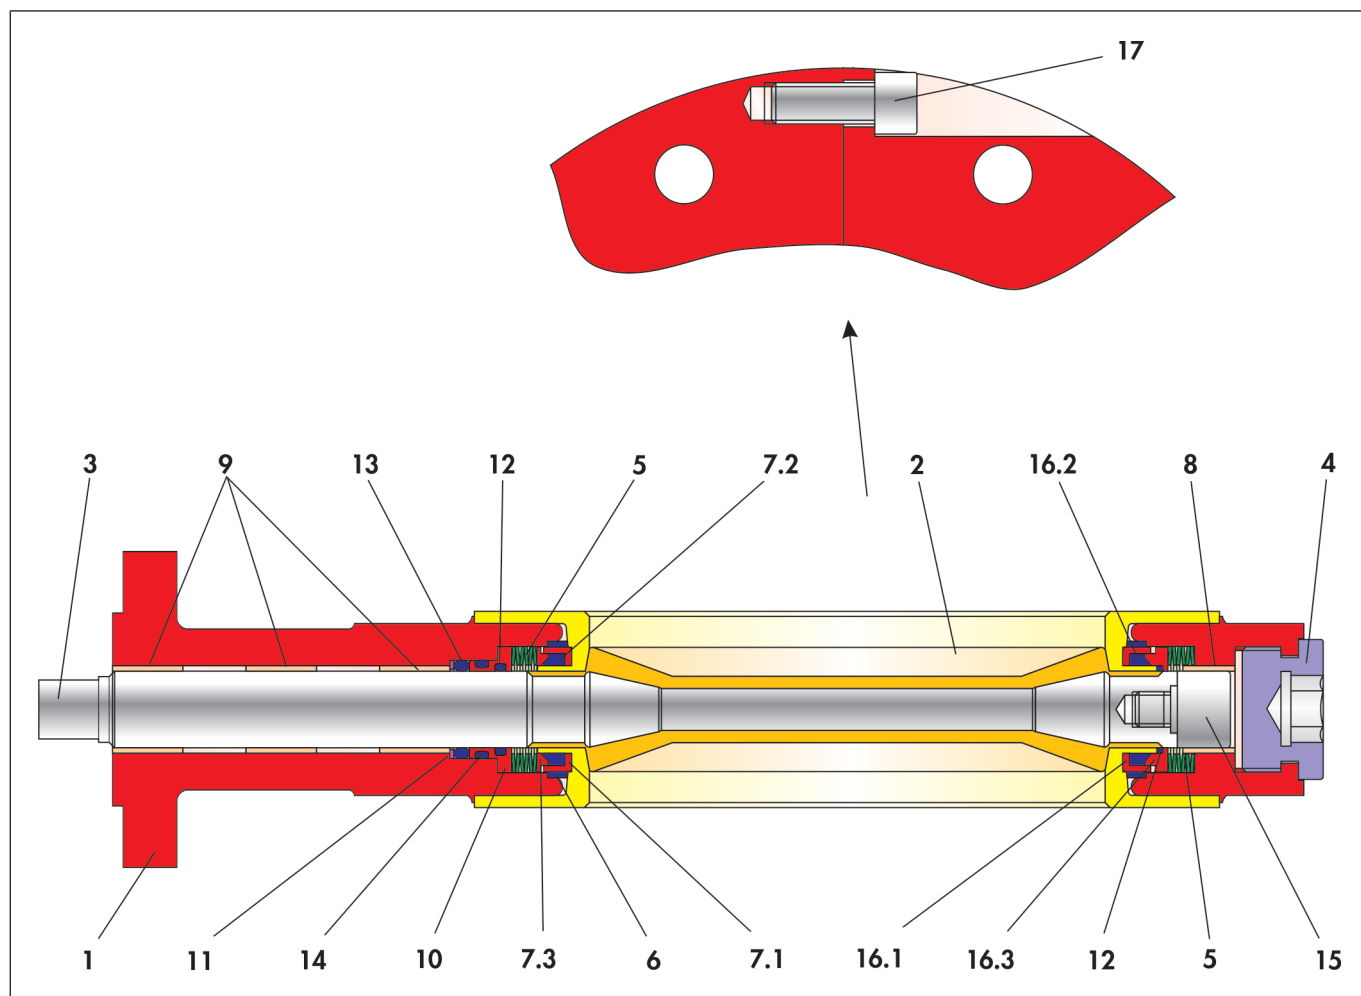

Figura 3-2: Desenho em corte da válvula borboleta BR 10e
- ⇒ Colocar o disco (16.1) sobre a parte inferior do veio da válvula borboleta (3) e sobre o colar do mancal do revestimento (2).
- ⇒ Colocar o O-ring (12) sobre o colar do mancal do revestimento.
- ⇒ Colocar o inserto (6) à volta do revestimento (2), encaixando os orifícios do inserto à volta do colar do mancal.
- ⇒ Aparafusar o parafuso do mancal (15) no pino do mancal do disco da válvula borboleta (3).
- ⇒ Introduzir o casquilho (8) no furo do veio da metade inferior do corpo (1b).
- ⇒ Inserir o jogo de anilhas de mola (5), composto por 6 anilhas de mola, na respetiva posição da metade do corpo (1b). Consultar a disposição da anilhas de mola na figura 3-2.
- ⇒ Introduzir os casquilhos (9) no furo do veio da metade superior do corpo (1a).
- ⇒ Introduzir o disco (11) no furo do veio até ao casquilho já montado.
- ⇒ Colocar o O-ring (13) no disco (11) no furo do veio.
- ⇒ Introduzir os O-rings (12) e (14) nas respetivas reentrâncias do casquilho (10).
- ⇒ Introduzir o casquilho pré-montado no furo do veio até ao O-ring (13).
- ⇒ Inserir o jogo de anilhas de mola (5), composto por 6 anilhas de mola, na respetiva posição da metade do corpo (1a). Consultar a disposição da anilhas de mola na figura 3-2.